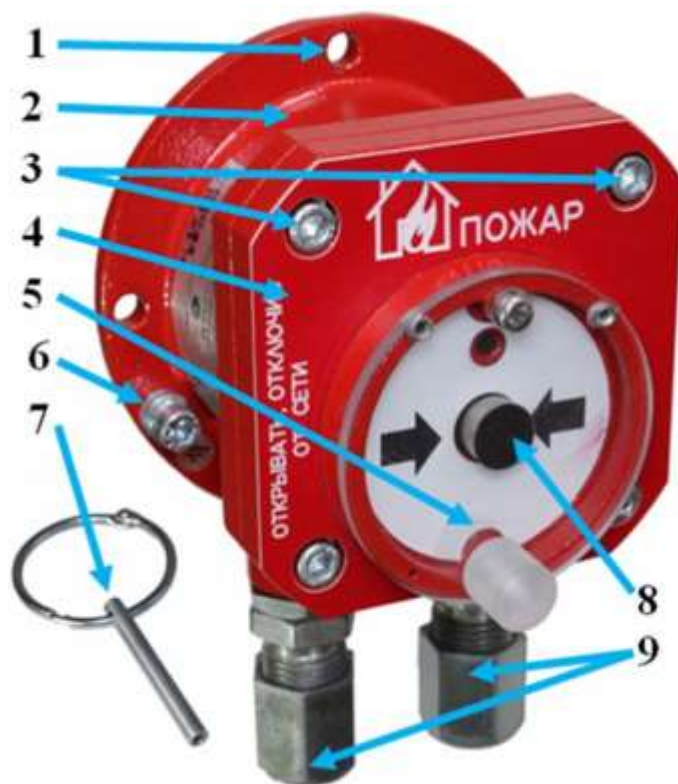

Рисунок 2. Внешний вид извещателя
- открыть поворотом вверх защитную крышку, рис. 2;
- в отверстие крышки извещателя (снизу) вставить специальный ключ и вернуть на 2 оборота по часовой стрелке, рис. 2;
- потянуть специальный ключ вниз, при этом кнопка вернется в исходное состояние, извещатель перейдет в режим «Дежурный», рис. 2.